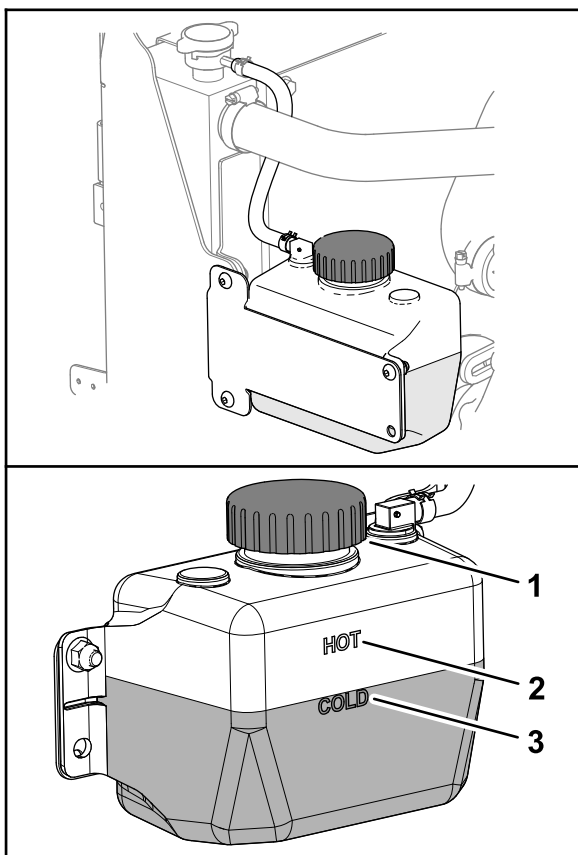

Bild 141
3. Prüfen Sie den Kühlmittelstand im Behälter (Bild 141).